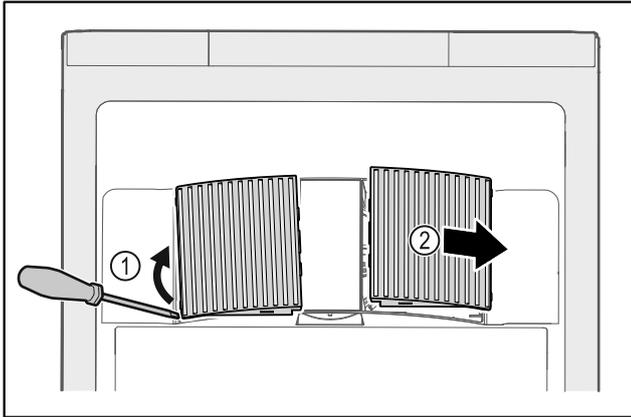

Fig. 58
- ▶ Extraire par un mouvement de levier les caches latéraux Fig. 58 (1) vers l'avant Fig. 58 (2).